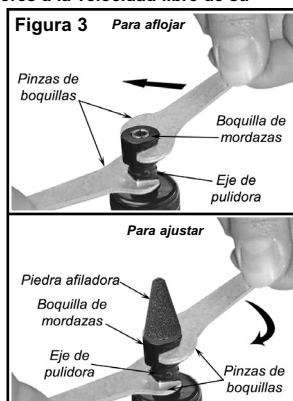

Figura 3 Para aflojar
- Afloe la boquilla de mordazas con las pinzas de boquillas (incluidas con la herramienta) colocando una pinza en las partes planas del eje de la pulidora para evitar que gire. Coloque la otra pinza de boquillas en las partes planas de la boquilla de mordazas y gire en el sentido contrario a las agujas del reloj para aflojarla (ver figura 3).
- a. Afloje la boquilla de mordazas con las pinzas de boquillas (incluidas con la herramienta) colocando una pinza en las partes planas del eje de la pulidora para impedir que gire. Coloque la otra pinza de boquillas en las partes planas de la boquilla de mordazas y gire en el sentido contrario a las agujas del reloj para aflojar (ver figura 3). Quite la boquilla de mordazas de la herramienta.